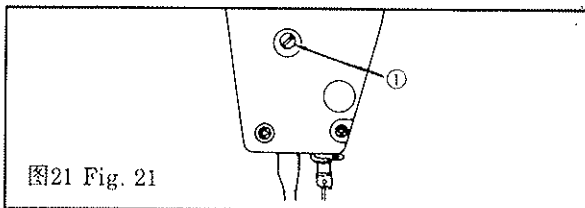

图21 Fig. 21
15. 压杆高度的调节 (图 21)
15. ADJUSTING THE HEIGHT OF THE PRESSER BAR (Fig.21)